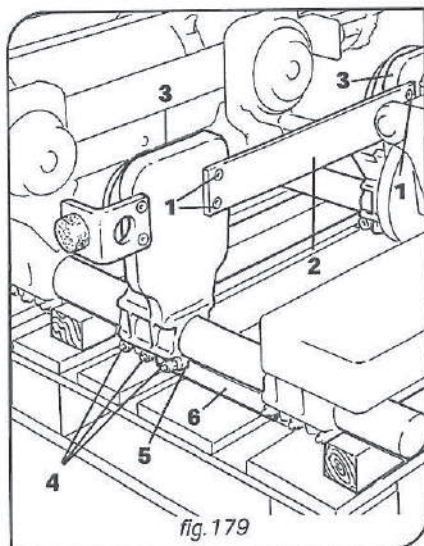

fig.179
- Aflojar, sin desatornillar completamente los tornillos de fijación -1- de los planos -2- de las planchas del lado de contrapeso -3- de modo que no estén vinculadas entre ellas, así mismo las tuercas antibloqueantes de los estribos -5- que fijan las planchas -3- y las barras de contrapeso -6- (fig. 179).